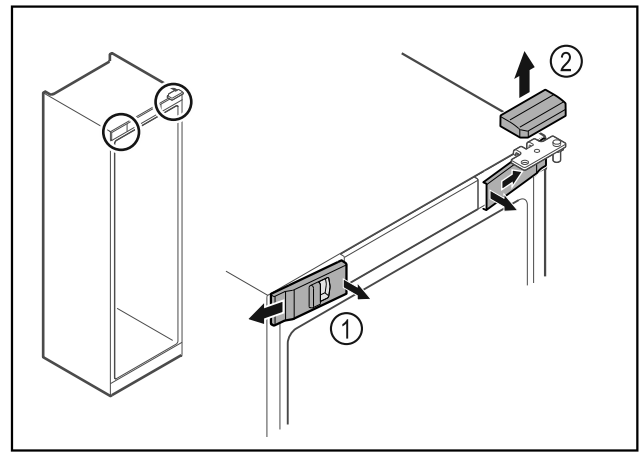

Fig. 9
- ▶ Haakige eesmised katted Fig. 9 (1) seest lahti ja võtke küljele maha.
- ▶ Võtke ülemine kate Fig. 9 (2) ülespoole maha.